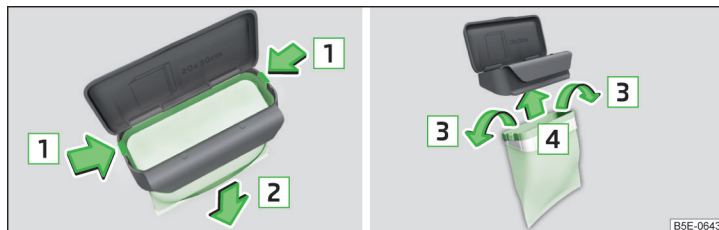

Fig. 83 Remplacement du sac
- Comprimez les deux crans sur le cadre dans le sens de la flèche **1** » fig. 83.